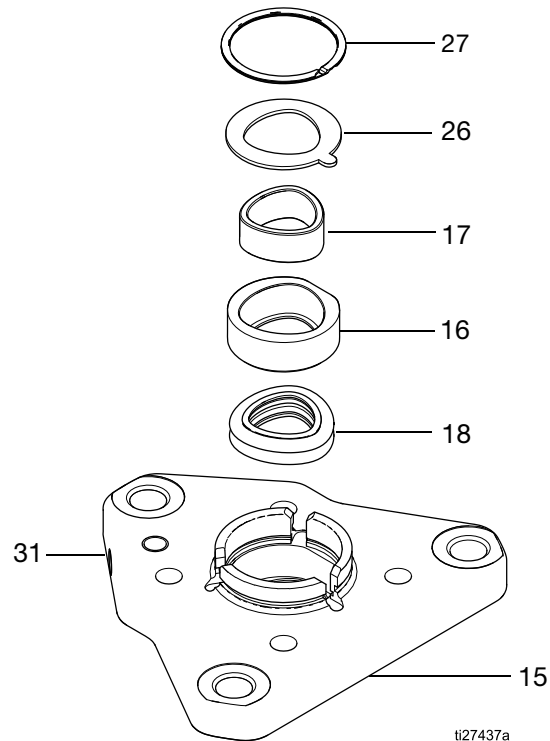
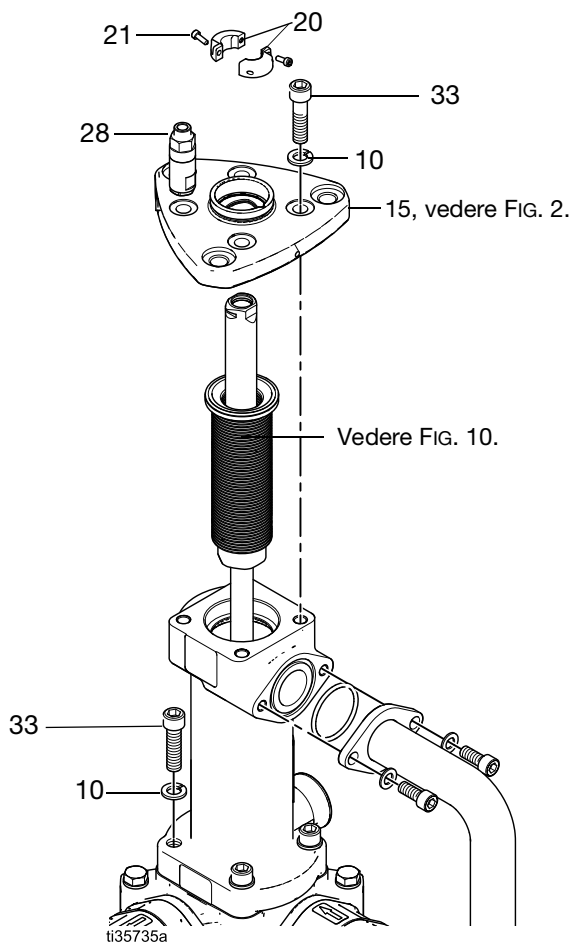

FIG. 2. Montaggio della piastra superiore
FIG. 8. Smontare o rimontare la sezione del soffietto
1. Rimuovere il collare di ritegno (20) rimuovendo le viti (21).
2. Rimuovere le quattro viti a brugola (33) e le rondelle di arresto (10) dalla piastra superiore (15).
3. Sollevare attentamente la piastra superiore (15) dalla camera del soffietto (13). Conservare la piastra superiore (15).
NOTA: Vedere FIG. 2, pagina 8. L'anello di sicurezza (27), la rondella di sicurezza (26), il corpo del cuscinetto (16), il cuscinetto (17) e la tenuta di sostegno (18) si inseriscono nella piastra superiore e possono essere estratti mediante scorrimento della piastra superiore stessa (29).
4. In caso di guasto al soffietto, rimuovere anche la valvola di sfiato (28) dalla piastra superiore. Pulire il percorso del fluido eliminando la vernice incrostata.
Vedere FIG. 2, pagina 8.
1. Installare il gruppo piastra superiore (15) (vedere FIG. 2, pagina 8), sul gruppo soffietto (14), allineando le forme della camicia del soffietto (22) e la tenuta di sostegno (18). Per orientarle come desiderato, ruotare in incrementi di 90°, allineando i fori delle viti.
2. Fissare l'alloggiamento inferiore (8) in una morsa.
3. Rimuovere il collare di ritegno (20) rimuovendo le viti (21).
4. Rimuovere le quattro viti a brugola (33) e le rondelle di arresto (10) dalla piastra superiore (15). Ciò consente al gruppo soffietto di ruotare assieme alla piastra superiore. Vedere FIG. 8, pagina 12.
5. Sollevare attentamente il gruppo piastra superiore (15) dalla camera del soffietto (13). Durante la rimozione, conservare il livello piastra superiore (15).
NOTA: Vedere FIG. 2, pagina 8. L'anello di sicurezza (27), la rondella di sicurezza (26), il corpo del cuscinetto (16), il cuscinetto (17) e la tenuta di sostegno (18) si inseriscono nella piastra superiore e possono essere estratti mediante scorrimento della piastra superiore stessa (15).
6. Rimuovere con attenzione l'anello di sicurezza (27), la rondella di sicurezza (26), il corpo del cuscinetto (16), il cuscinetto (17) e la tenuta di sostegno (18) dalla piastra superiore (15). Vedere FIG. 2, pagina 8.